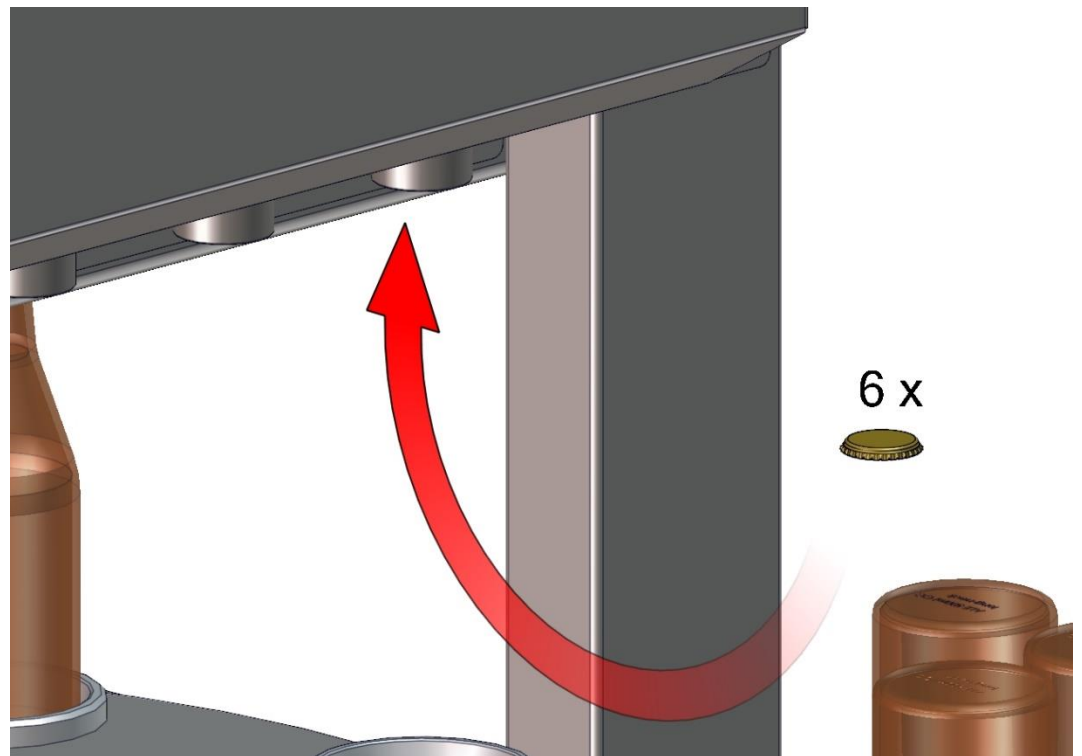

Abb. 11
1. Um die soeben gefüllten Flaschen zu verkorken, ist es notwendig, dass die Verkorkerstempel mit Kronkorken bestückt werden. Diese werden einfach per sauberer Hand, mit der Öffnung nach unten, in den Verkorkerstempel eingelegt (**Abb. 11**) und durch die eingebauten Magnete selbständig gehalten.